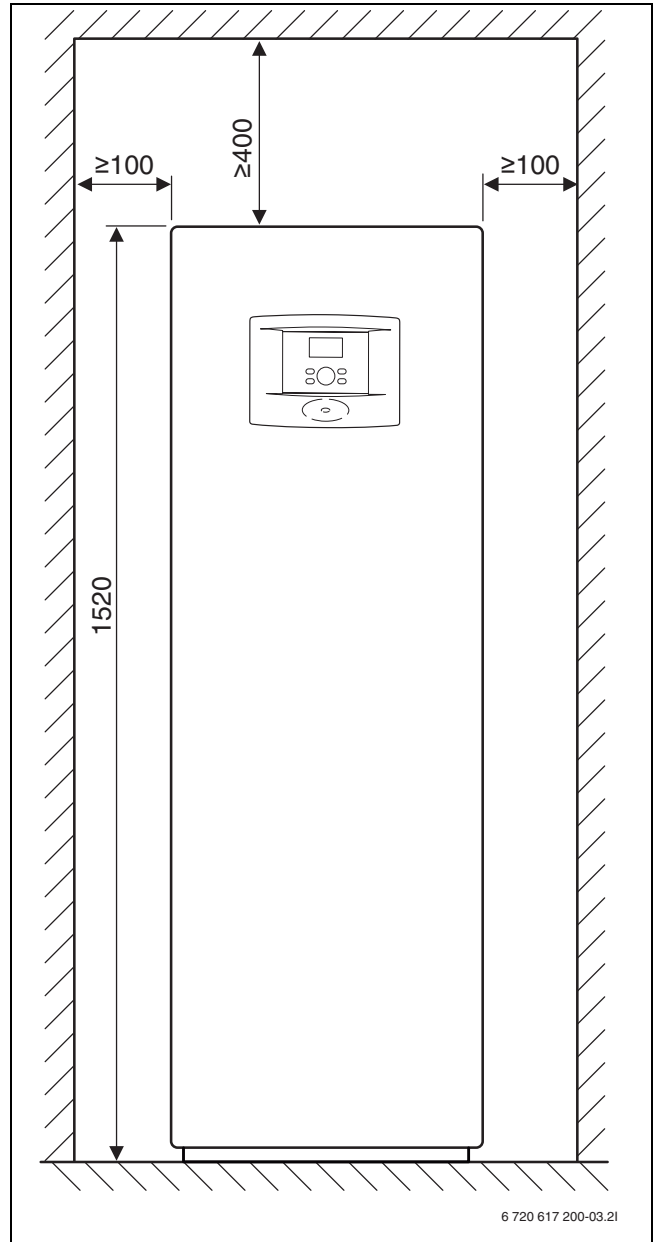

Bild 61 Mindestabstände der Wärmepumpen
- STE...-1 → Bild 61, Seite 81